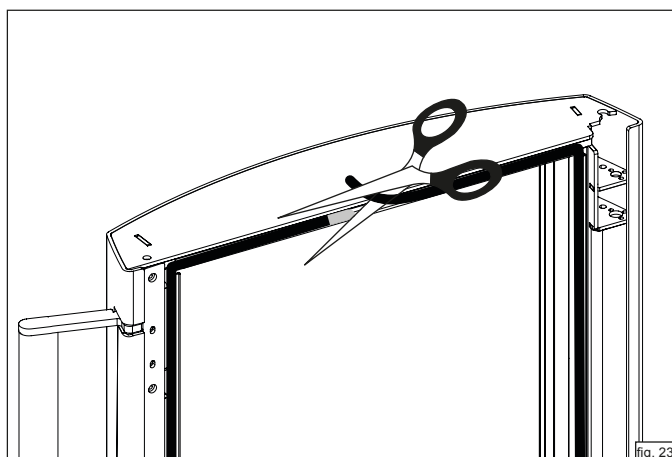
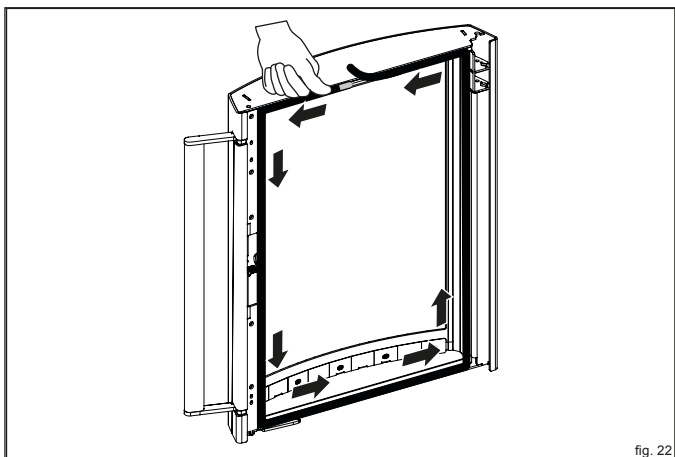

fig. 23
fig. 22
- ▶ Iniziare a collocare la guarnizione dal centro della guida, nell'area superiore dello sportello della camera di combustione. Premere omogeneamente la guarnizione nella guida (fig. 22). Far sporgere leggermente l'estremità e tagliare la guarnizione in modo che collida (fig. 23).